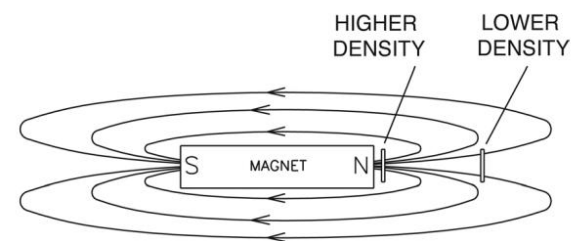

Figura 3-22
5) Como se muestra en la Figura 3-22, cuanto mayor sea la distancia entre la fuente magnética y la sonda Hall, menos líneas de flujo pasarán por la sonda. Esto provocaría una disminución de la salida de la sonda.